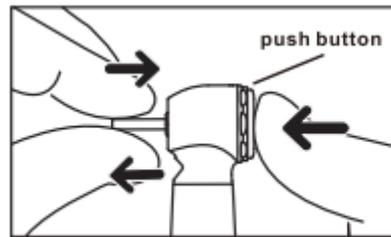

Fig.3
- Insira a broca até que esteja corretamente encaixada. (Fig.3)